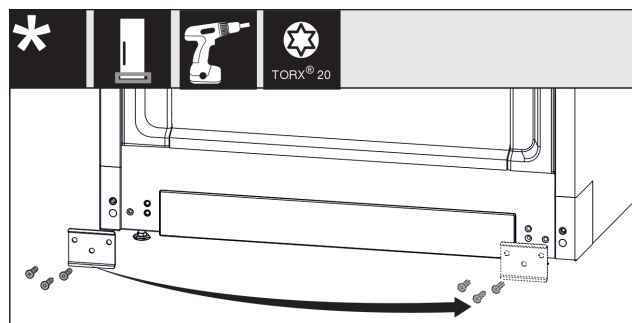

Fig. 15
- Desatornille la placa Fig. 15 (1), muévela hacia el otro lado y vuelva a atornillarla.